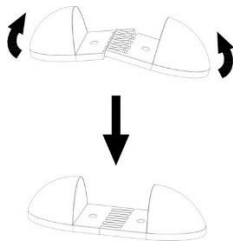
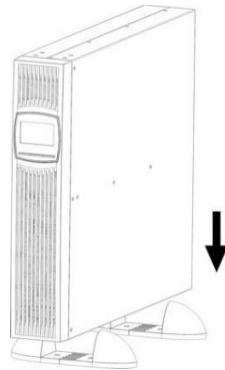

Abbildung 6: Fußmontage
Abbildung 7: Installation als Tower
2. Verbinden Sie jeweils zwei Fußkomponenten zu einem Fuß (s. Abbildung 6) und schieben die USV-Anlage von oben in die beiden Füße (s. Abbildung 7). Achten Sie auf einen möglichst großen Abstand zwischen den Füßen, um hohe Stabilität zu gewährleisten.